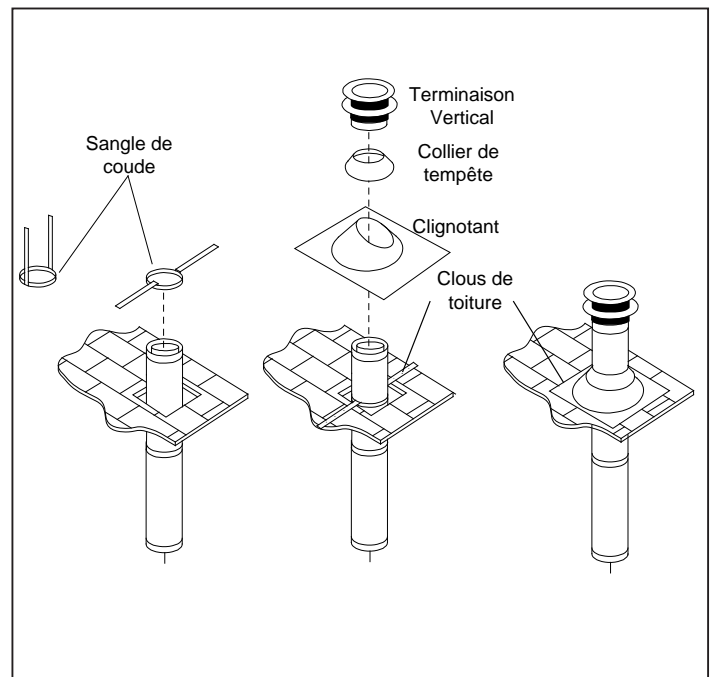

Figure 62: Terminaison de ventilation verticale
Étape 4. Mesurer la pente du toit. Sélectionnez le solin et le collet de solin appropriés et déterminez la hauteur au-dessus du toit (voir Figure 62). Un matériau de tuyau non corrosif doit être utilisé pour toutes les longueurs de tuyaux extérieurs. Sceller les têtes de clous avec du silicone.